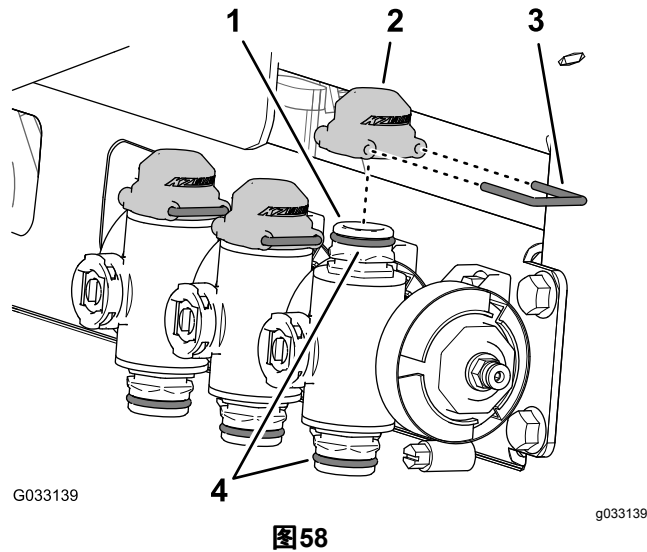

图58
3. 用随同快速接头保护帽提供的润滑脂润滑歧管阀快速接头的上下O形圈图58。
4. 将快速接头的3个保护帽安装到歧管阀的3个快速接头上图58。
5. 用3个卡环将3个保护帽固定到3个快速接头上图58。